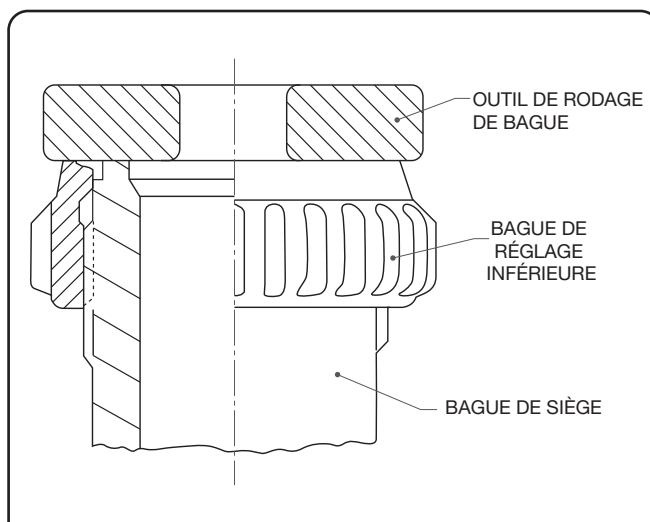

Figure 9 : Mise en place d'un outil de rodage de bague sur le dessus du siège
15. Desserrer la goupille de la bague de réglage inférieure pour la dégager légèrement des crans dans la bague de réglage inférieure. Prendre garde à ne pas bouger la bague de réglage inférieure. Poser un outil de rodage de bague sur le dessus du siège. (voir Figure 9). Puis, à l'aide de la goupille à bague servant d'index ou de point de référence, tourner la bague de réglage inférieure dans le sens antihoraire et compter le nombre de crans passant devant l'index jusqu'à ce qu'un contact soit établi avec l'outil de rodage de bague. Enregistrer cette information qui sera nécessaire pour assurer le remontage correct de la soupape.